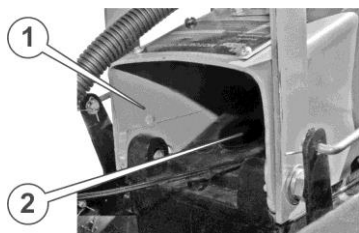
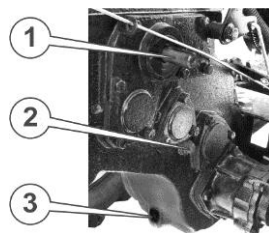

Рисунок 31. – Кріплення керма
Рисунок 32. – Редуктор вид збоку
21. Встановити кришку (2) (див. рис. 31.) відсіку для інструмента за допомогою 2-х болтів М6, надійно затягнути болти.
2. Очистіть корпус редуктора біля пластикової пробки заливного отвору (2) (див. рис. 31.), яка розташована під кронштейном (1) кріплення керма, і біля болта контрольного отвору (2) (див. рис. 32.), яка розташована на правій стороні редуктора.
3. Послабте болт контрольного отвору (2) (див. рис. 32.). Якщо з отвору потече мастило, це означає, що рівень мастила в нормі. Якщо мастило не тече, це означає, що мастило там відсутнє, або його рівень занадто низький. У такому випадку відкрутіть болт контрольного отвору, відкрийте пластикову кришку заливного отвору (2) (див. рис. 31.) редуктора і за допомогою кутової лійки або гнучкого шланга заливайте в редуктор мастило до тих пір, поки воно не потече з контрольного отвору.